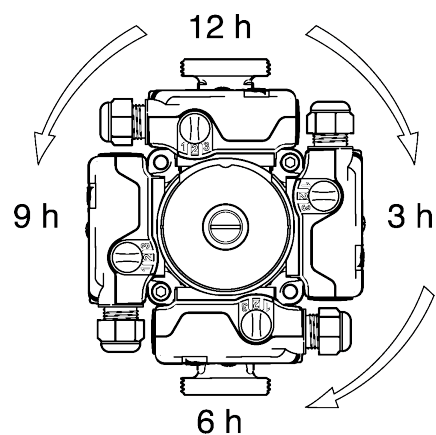

FIG. 5
Procéder à la purge d'air manuelle du circulateur en dévissant de quelques tours le bouchon (voir FIG. 5), le refermer après sortie d'eau et complète disparition des bulles d'air.
- Débloquent l'arbre : retirer la plaque noire avant (Voir FIG. 5), ôter le bouchon arrière. Au moyen d'un tournevis à lame plate, faire tourner l'arbre moteur, remonter le bouchon arrière.